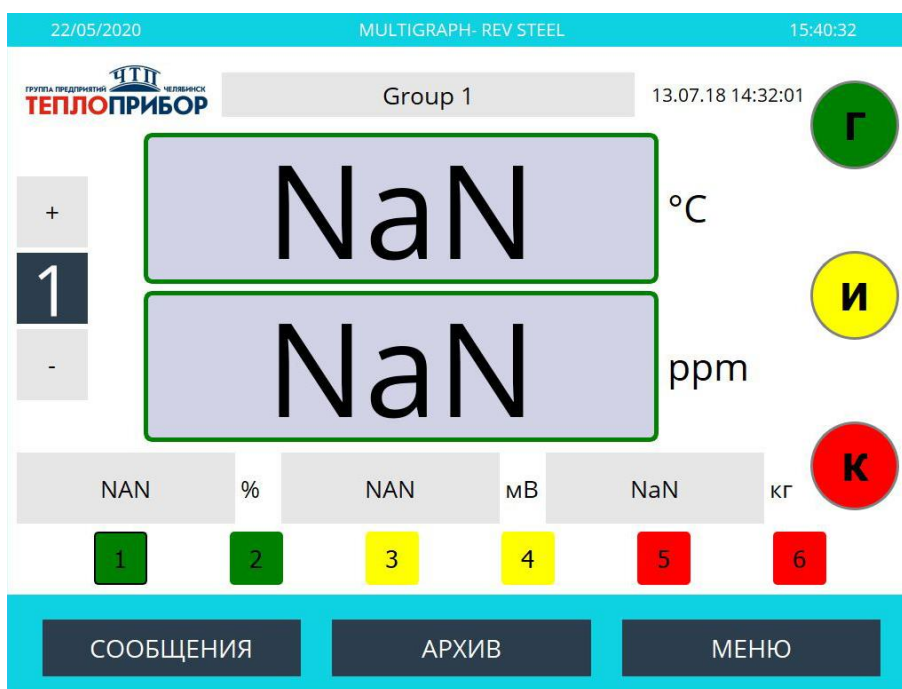

Рисунок 2.7 – Главное меню
2.4.3 Прибор информирует на экране цветовыми схемами (рисунок 2.7):
- номер плавки (1), максимальное значение номера плавки – 999;